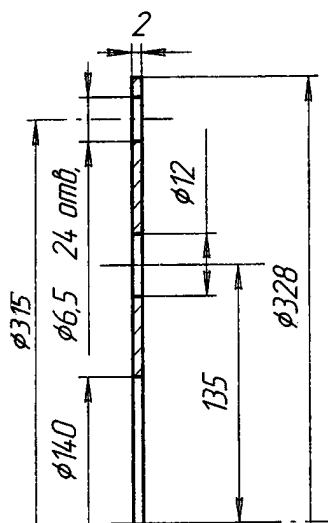

рис.8
**Стальной диск 24**, эскиз которого показан на **рис.8**, служит не только в качестве пластины теплообменника, но и для обеспечения миллиметрового зазора между его плоской стенкой и текстолитовым диском ротора 14 (рис.1). Поэтому диск 24 надо изготавливать из жесткого и ровного стального листа толщи-
Не спешите сверлить отверстие  $\varnothing 20$ . Сначала прикиньте, совпадет ли оно при сборке теплогенератора с отверстием со штуцером в диске 24 теплообменника, показанном на рис.8. Таких штуцеров там может оказаться не один, а два.